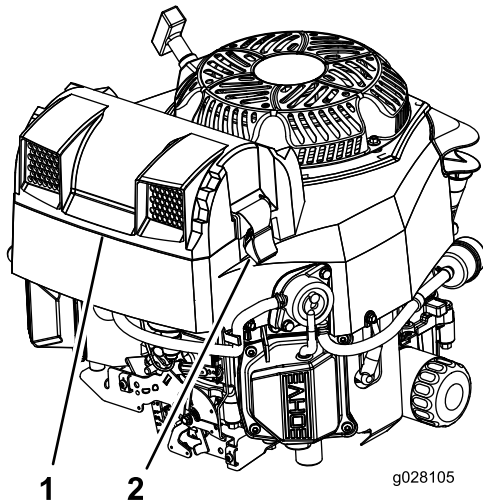

Figura 57
2. Retire la tapa para tener acceso a los elementos del limpiador de aire (Figura 57).
3. Instale la tapa y sujétela con los enganches (Figura 57).